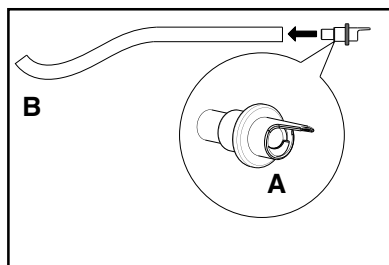

Рис. 33
1. Подготовьте трубку для слива воды. К одному из концов трубки прикрепите штуцер, обозначенный буквой (А) на Рис. 33.